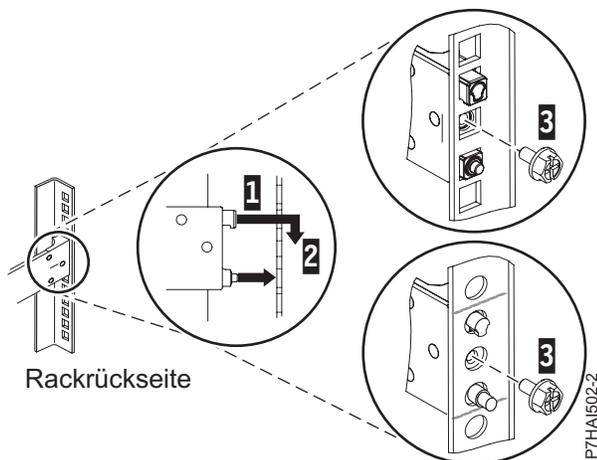

Abbildung 4. Stifte an den Bohrungen an der Rückseite des Racks ausrichten und anbringen
3. Richten Sie die zwei Stifte an der Rückseite der Schienen an den zuvor markierten oberen und unteren Bohrungen in der ausgewählten Einheit aus. Ziehen Sie die Schiene zu sich, um die zwei Stifte in den Bohrungen am Rack einzusetzen (1) und senken Sie die Schiene ab (2), um das Hook-Feature am oberen Stift anzubringen (siehe Abb. 4). Stellen Sie sicher, dass die die zwei Stifte aus den Bohrungen hervorstehen, bevor Sie mit dem nächsten Schritt fortfahren.